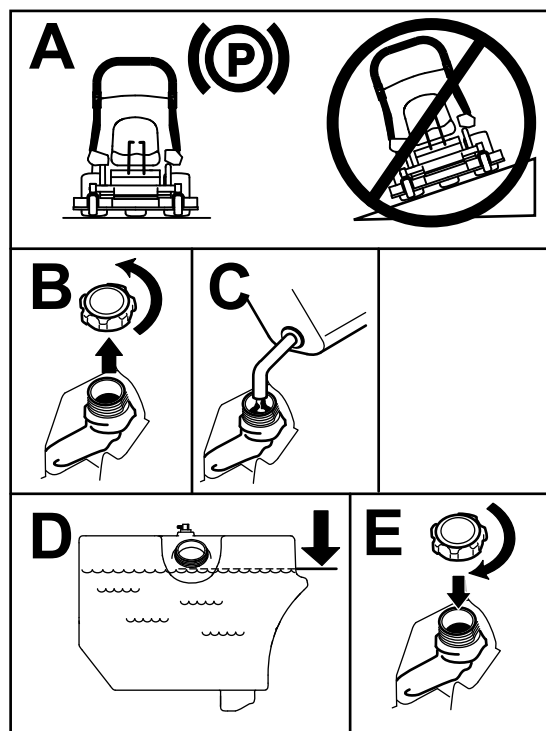

Figura 7
5. Umplei rezervorul de combustibil până la partea inferioară a bucului (Figura 7).